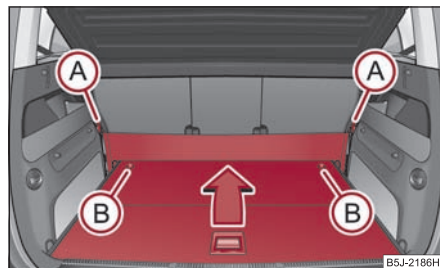

Fig. 82 Coffre à bagages: Rabattre le plancher de chargement variable
- Décrochez les boucles (A) ⇒ fig. 82 du panneau de séparation souple des points de fixation.
- Déverrouillez le plancher de chargement en faisant tourner les axes de fixation (B) d'env. 180° vers la gauche ⇒ fig. 82.
- Verrouillez le plancher de chargement en faisant tourner les axes de fixation (B) ⇒ fig. 82 d'env. 180° vers la droite.